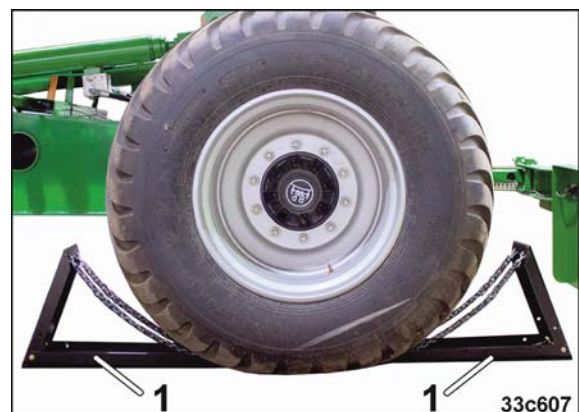

Fig. 114
1. Prüfen, ob die Maschine mit Unterlegkeilen (Fig. 114/1) gesichert ist.